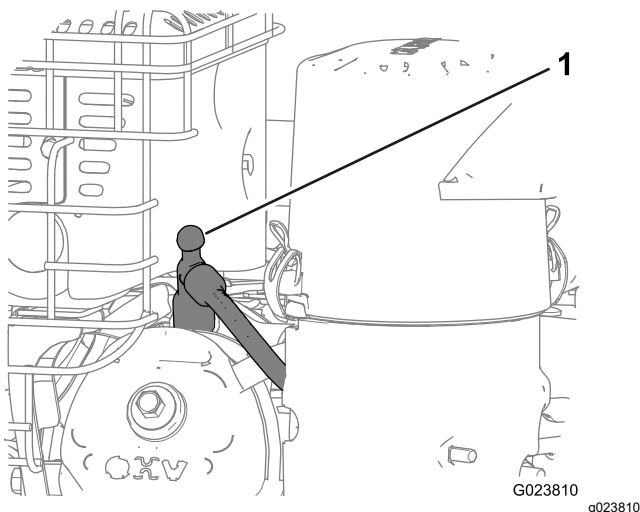

Figura 30
4. Staccate il cappello dalla candela e tenetelo lontano da essa per prevenire l'avviamento accidentale (Figura 30).